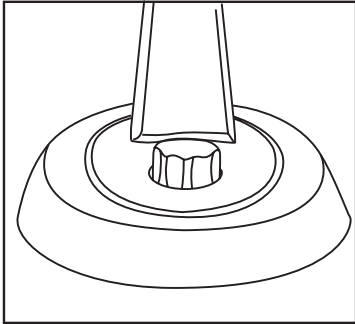
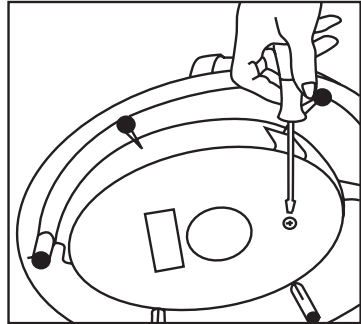
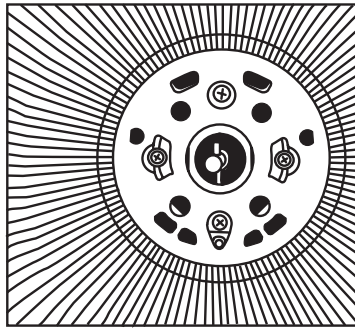

Fig. 1
Fig. 2
Fig. 3
1. Encaje el eje del motor (7) en la base (13) **(Fig. 1)** y una ambas piezas mediante el tornillo de fijación de la base (14) **(Fig. 2)**.
2. Desenrosque del eje del motor (6) la capucha (2) y el aro (4) y retire también el protector del eje.
3. Coloque la rejilla posterior (6) sobre el eje (7) de forma que los salientes existentes en el eje del motor coincidan con los orificios que hay en la rejilla posterior (6) **(Fig. 3)**. Fije esta rejilla al eje utilizando para ello el aro (4), ajústelo en el sentido de las agujas del reloj
1. Fit the motor shaft (7) into the base (13) (**Fig. 1**) and join both parts using the base attachment screw (14) (**Fig. 2**)
2. Unscrew and remove the hood (2) and ring (4) from the motor shaft (7), and also remove the shaft protector (5).
3. Fit the rear grille (6) over the shaft (7) so that the projections on the motor shaft coincide with the orifices on the rear grille (6) (**Fig. 3**). Fix the grille to the shaft using the ring (4), tightening it in a clockwise direction.